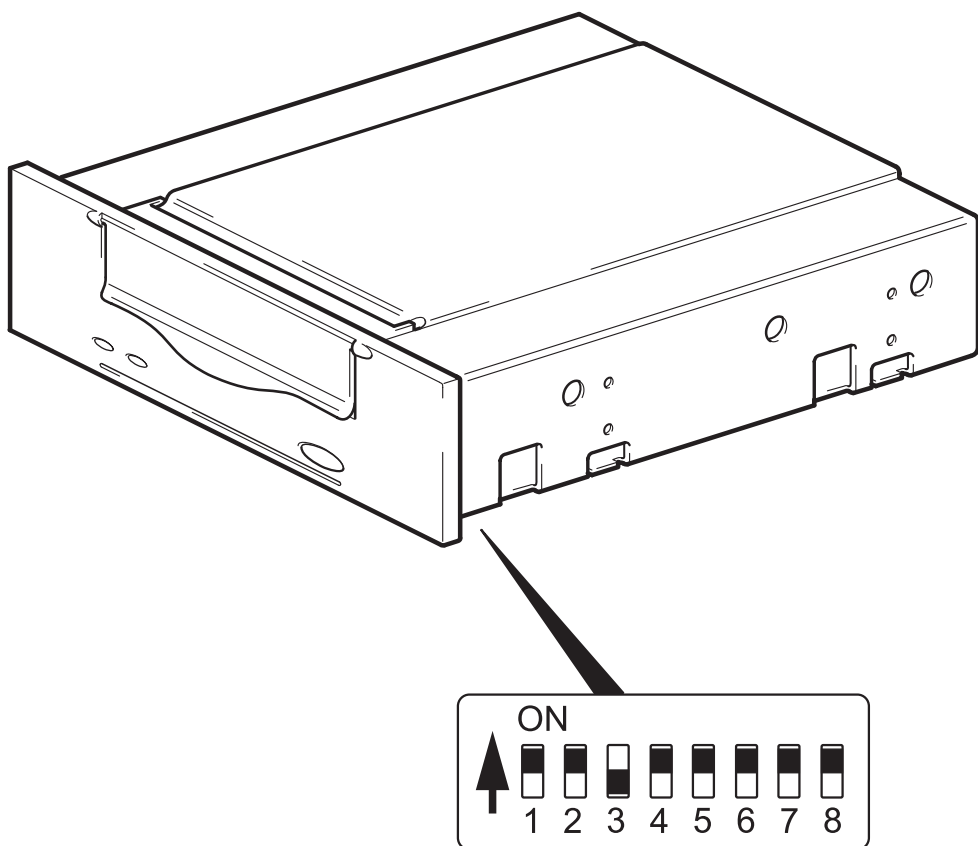

Figure 4 : réglage des interrupteurs de configuration (UNIX)
- 2 Si votre configuration UNIX le requiert, changez la position par défaut des interrupteurs de configuration situés sous le lecteur (voir figure 4).